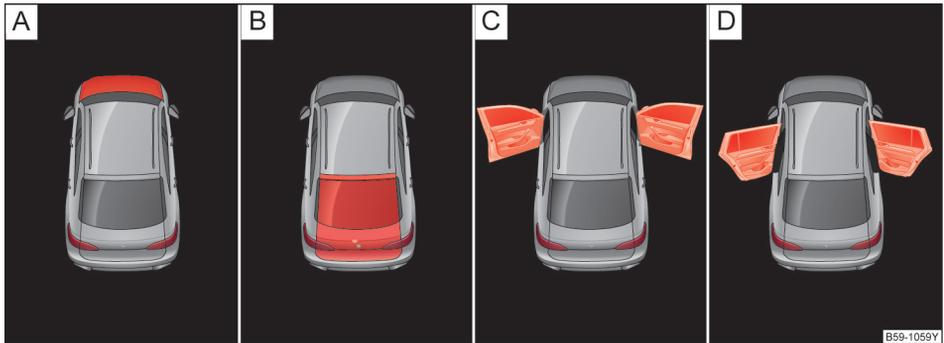

图 14 部分车型显示屏显示：A 发动机舱盖处于打开状态，B 行李厢盖处于打开状态，C 前车门处于打开状态，D 后车门处于打开状态
- 车门、发动机舱盖和行李厢盖未关闭→图 14
→图 14 说明: